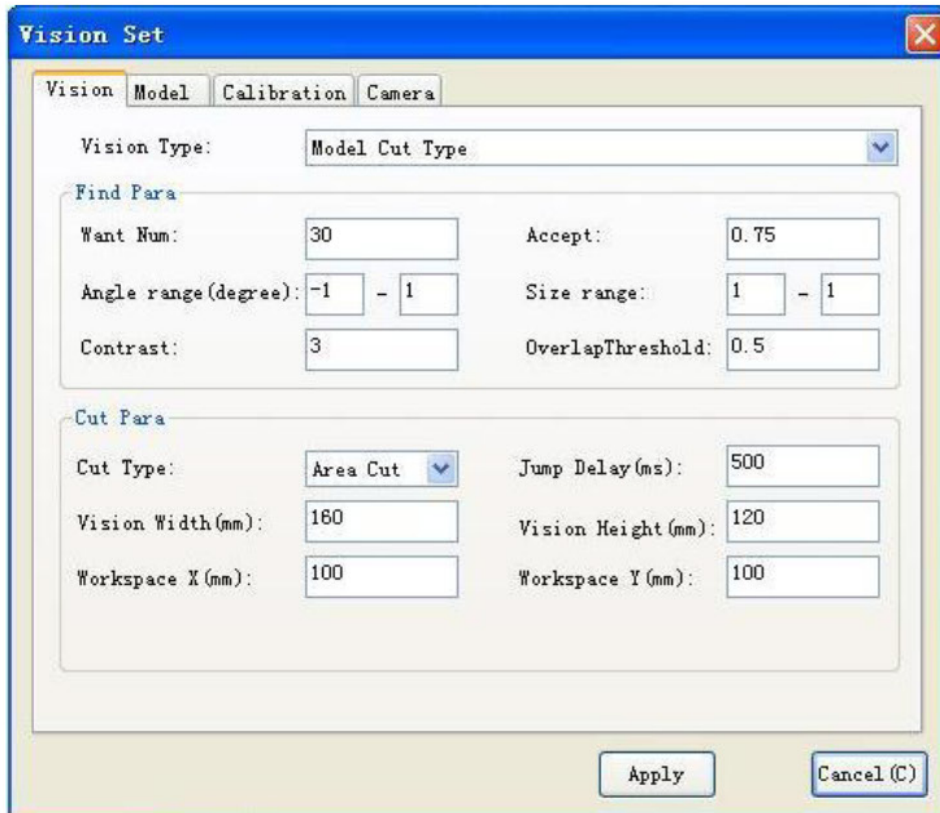

Fig. 4-9
1. Coloque o gráfico sob a câmera e clique com o botão "RT Capt" para colocar o sistema no estado de monitoramento em tempo real. Clique "»" para inserir os ajustes de parâmetro, como na Fig. 4-9